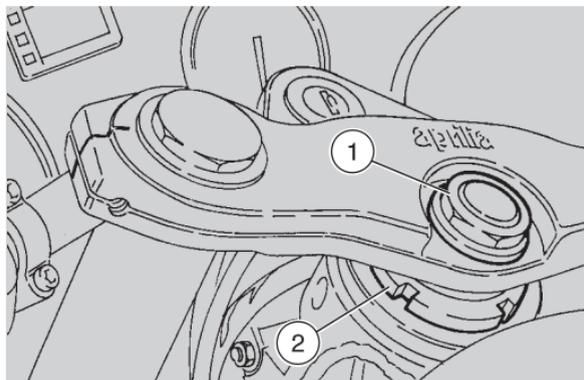

Abb. 43
- falls man ein Spiel feststellt, die Kontermutter lösen (1-Abb. 43) und mit dem entsprechenden Einstellschlüssel (2-Abb. 43) einstellen;
- die Kontermutter festziehen (1-Abb. 43).